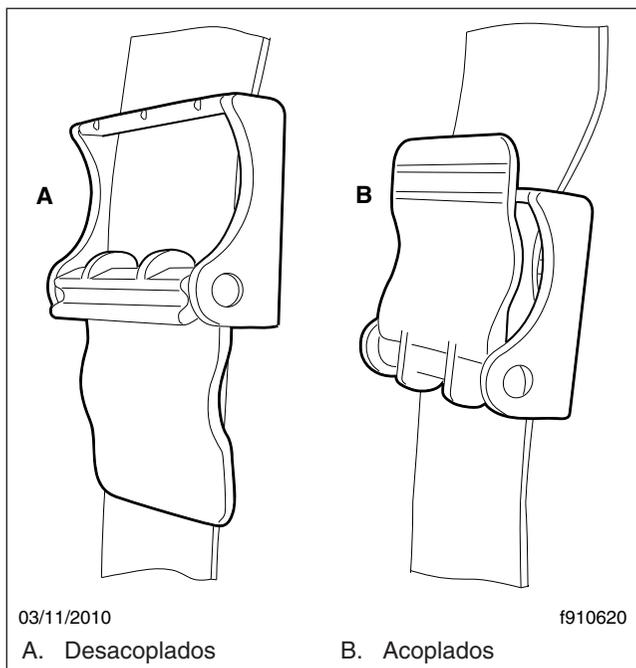
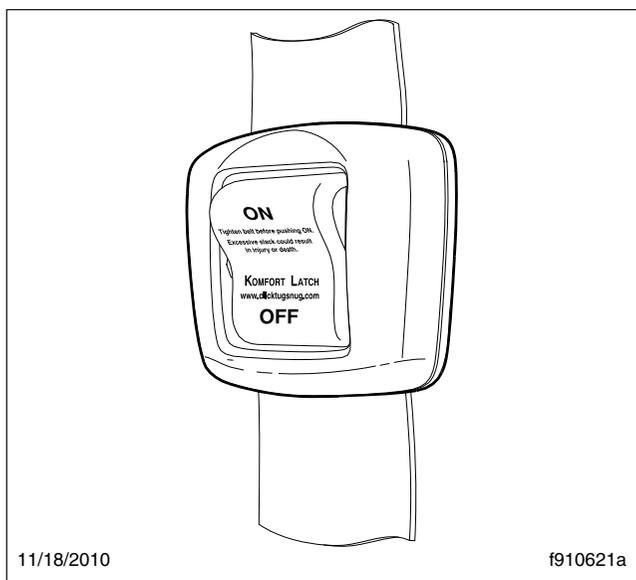

Figura 6.7, Cierre Komfort Latch
Figura 6.8, Cierre Sliding Komfort Latch
Cuando están abrochados y se usan correctamente, los cierres Komfort Latch (Figura 6.7) y Sliding Komfort Latch (Figura 6.8) introducen una pequeña cantidad de holgura en el cinturón de seguridad, lo cual da por resultado un viaje más cómodo.
*Si hay un cierre Sliding Komfort Latch equipado, asegúrese de que la correa de hombro quede ajustada al torso. Sin aflojar la correa de hombro, mueva el interruptor del cierre Sliding Komfort Latch a la posición "ON". Vea la **Figura 6.8**. Para activar el cierre, inclínese hacia adelante hasta oír un chasqueo. Esto dejará una holgura de 1 pulgada (2.5 cm) entre su torso y la correa de hombro. Una vez trabado, el cierre le permite inclinarse hacia adelante unas 5 pulgadas (13 cm) sin tener que reajustar el cierre. Inclinarse hacia adelante más de 5 pulgadas (13 cm) desacoplará el cierre Sliding Komfort Latch, lo cual exige un reajuste.*
1. Tire lentamente del extremo de la lengüeta del cinturón de seguridad de tres puntos sacándolo del retractor y tire de él por encima del regazo (del exterior al interior) lo suficiente para engancharlo a la hebilla. Si el retractor se traba demasiado pronto, deje que el cinturón se contraiga ligeramente, luego tire lentamente de él otra vez. Vea la **Figura 6.8**.